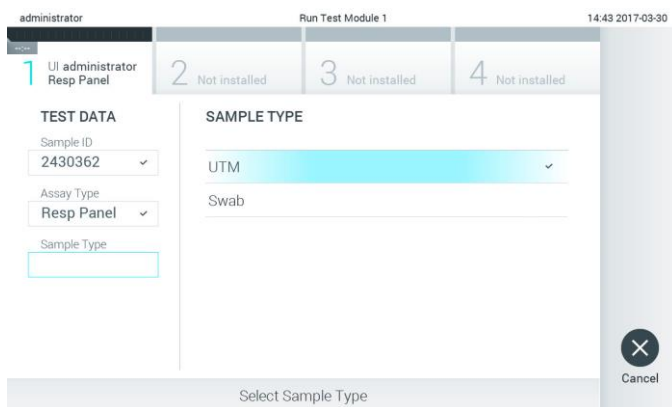

Figura 25. Selecionando o tipo de amostra.
- Se necessário, selecione o tipo de amostra apropriado a partir da lista (Figura 25).